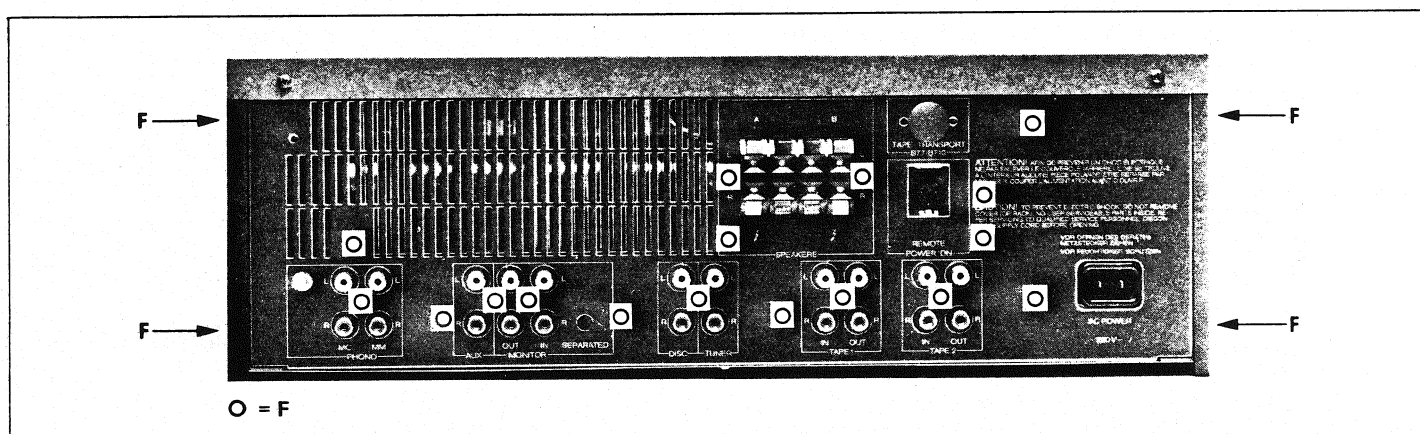

Fig. 2.5
2.6 Dépose du cache arrière (fig. 2.5)